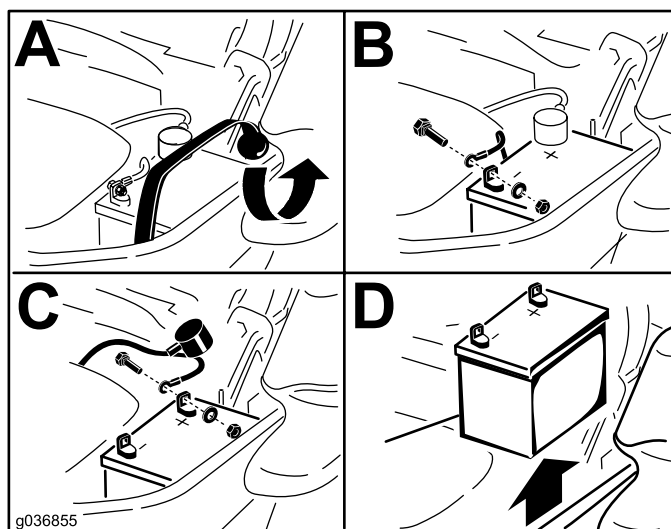

Figura 51
3. Remova a bateria como se mostra na Figura 51.
- Prenda os cabos com dois parafusos, duas anilhas e duas porcas de bloqueio (Figura 51).
- Prenda a bateria com a fita de borracha (Figura 51).
- Posicione a bateria na base com os pólos terminais no lado oposto do depósito hidráulico (Figura 51).